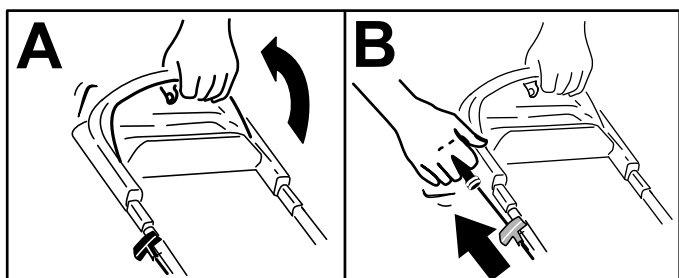

Рисунок 14
1. Удерживайте штангу управления ножом прижатой к рукоятке (вид А на Рисунок 14).
2. Без усилия потяните рукоятку механического стартера, пока не почувствуете сопротивление, затем резко потяните за нее и дайте ей медленно вернуться в направляющую шнура на рукоятке (вид В на Рисунок 14).